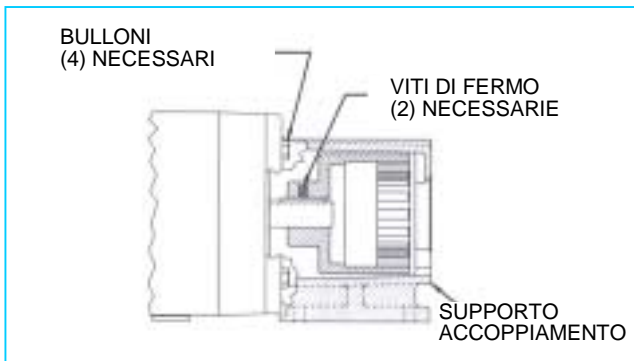

FIGURA 14
- Dovreste essere in grado di ispezionare visivamente i magneti esterni dal termine del supporto. Se è necessario rimuoverli, iniziare togliendo i (4) bulloni (**Vedere Figura 14**) e separando il supporto dal motore o dal cuscinetto portante. Allentare le viti di fermo sull'albero del motore (o cuscinetto portante) e tirare fuori il gruppo del magnete esterno. Se l'unità è dotata di cuscinetto portante, i cuscinetti non hanno bisogno di manutenzione, poiché sono sigillati. Se necessario, smontarlo rimuovendo il singolo anello di bloccaggio interno (**Vedere Figura 8**) quindi spingere l'albero e boccole fuori dall'alloggiamento. Rimuovere gli anelli di bloccaggio esterni dall'albero per rimuovere le boccole.